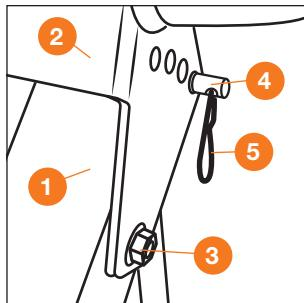

Рис. 18
- Установите рукоятку управления **2** на консоль **1**, закрепите ее при помощи болта M8x16 и гайки **3**, выберите необходимый угол наклона, закрепите скобой **4** и зафиксируйте шплинтом **5** (Рис. 18).